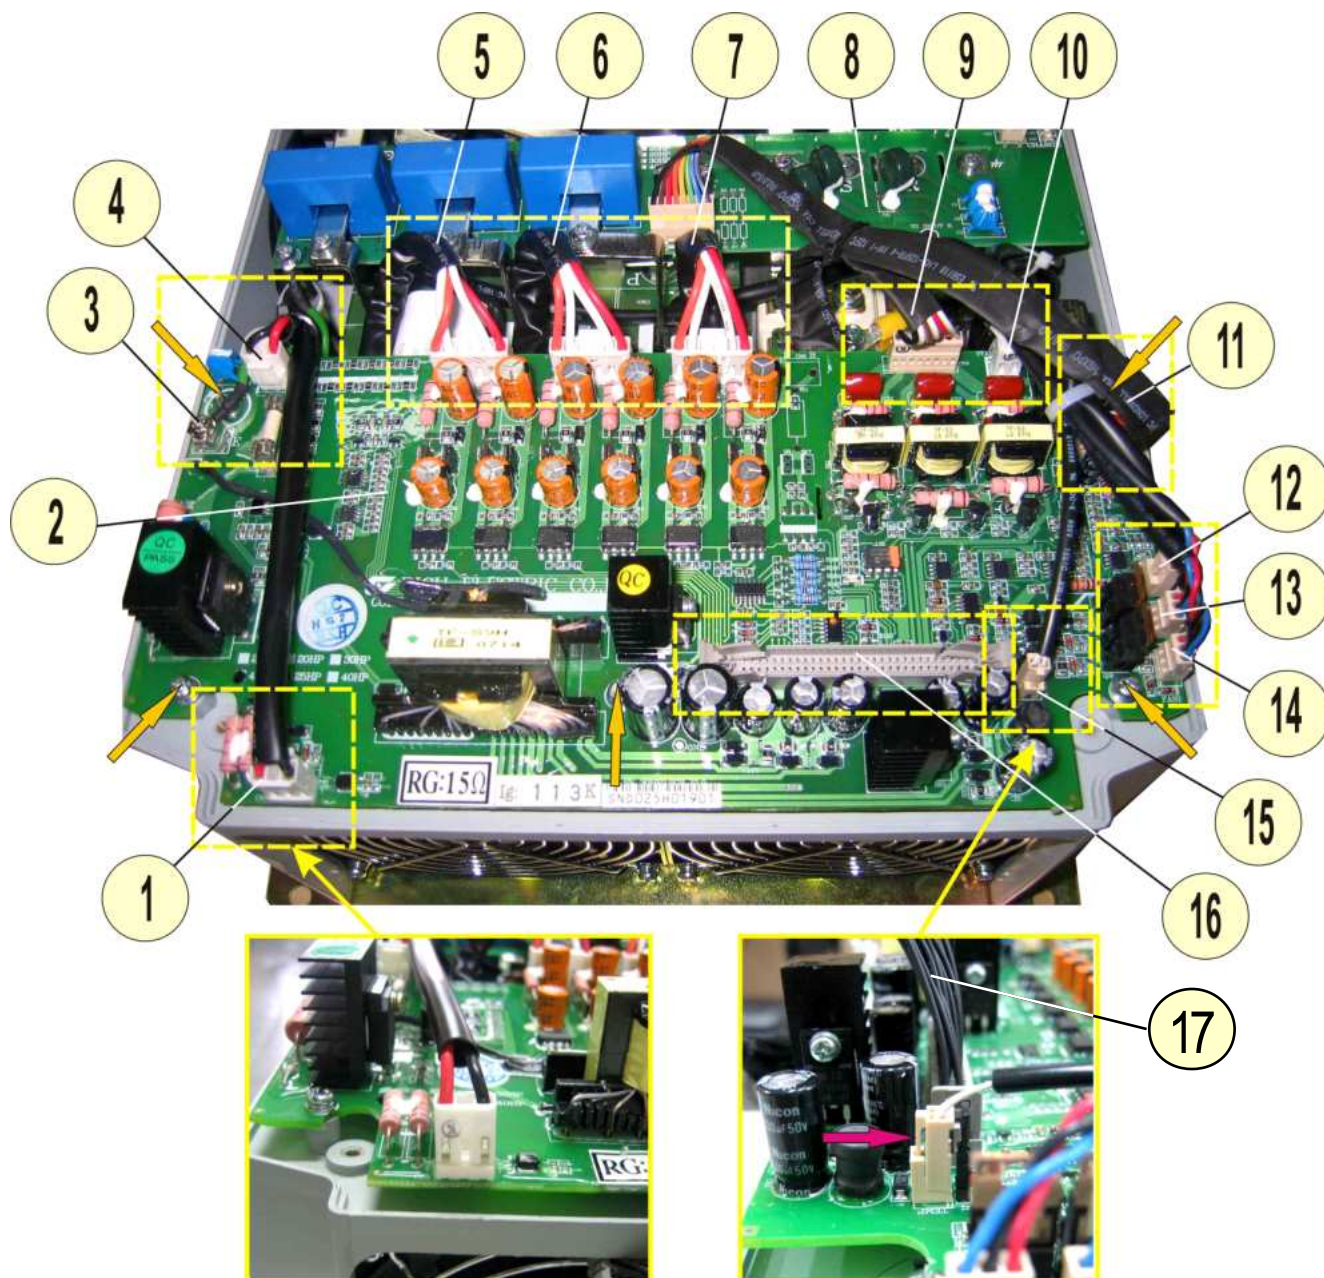

Рис. 6.7
6.6.1. Отсоединить жгут контроля предохранителя от разъёма CN5 на плате драйверов (поз. 1 на рис. 6.7).
6.6.2. Отжать в стороны боковые фиксаторы разъёма CN7 на плате драйверов (поз.16 на рис. 6.7). Отсоединить жгут платы ЦП (поз. 17 на рис.6. 7). Положить жгут в тару.
6.6.4. Отсоединить жгут питания платы драйверов от разъёма CN4 на плате (поз.4 на рис.6.7).
6.6.5. Отсоединить поочередно жгуты управления IGBT от разъёмов CN1... CN3 на плате (поз. 5, 6 и 7 на рис. 6.7).
6.6.6. Отсоединить жгут управления диодно-тиристорными модулями от разъёма CN9 на плате (поз.9 на рис. 6.7).
6.6.7. Отсоединить провод цепи предзаряда от разъёма TB1 (поз.10 на рис. 6.7).
6.6.8. Отсоединить жгут токовых датчиков от разъёма CN10 (поз.11 на рис. 6.7).
6.6.9. Отсоединить, жгут датчика тока шины «+» от разъёма CN8 (поз.12 на рис. 6.7).
6.6.10. Отсоединить, жгуты вентиляторов от разъёмов FAN1 и FAN2 (поз.13, 14 на рис. 6.7).
6.6.11. Отсоединить жгут датчика температуры от разъёма TEMP на плате (поз.15 на рис. 6.7).
6.6.12. Выкрутить пять винтов крепления платы драйверов 2 (рис. 6.7), снять плату драйверов. Положить винты и плату в тару.